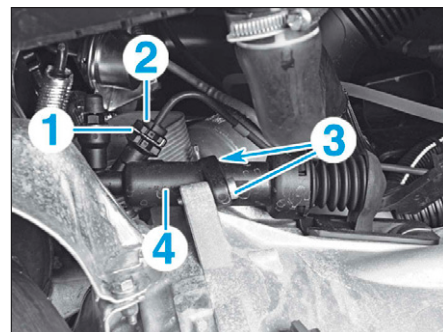

FIG. 5
- Déverrouiller l'agrafe en (1) (Fig.5).